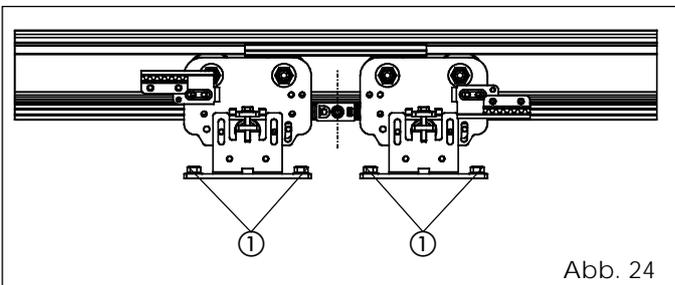

Abb. 24
Die Türen der Serie 940 SM sind mit Schlitten mit Anschlügen an der Schließkante ausgestattet (Abb. 24). Sollte es erforderlich sein, die Türmitte einzustellen, sind folgende Schritte auszuführen:
- Die Befestigungsschrauben (Abb. 24 - Bez. ①) des betreffenden Schlittens lockern. Den Schlitten an den Anschlag annähern, bis er ihn berührt.